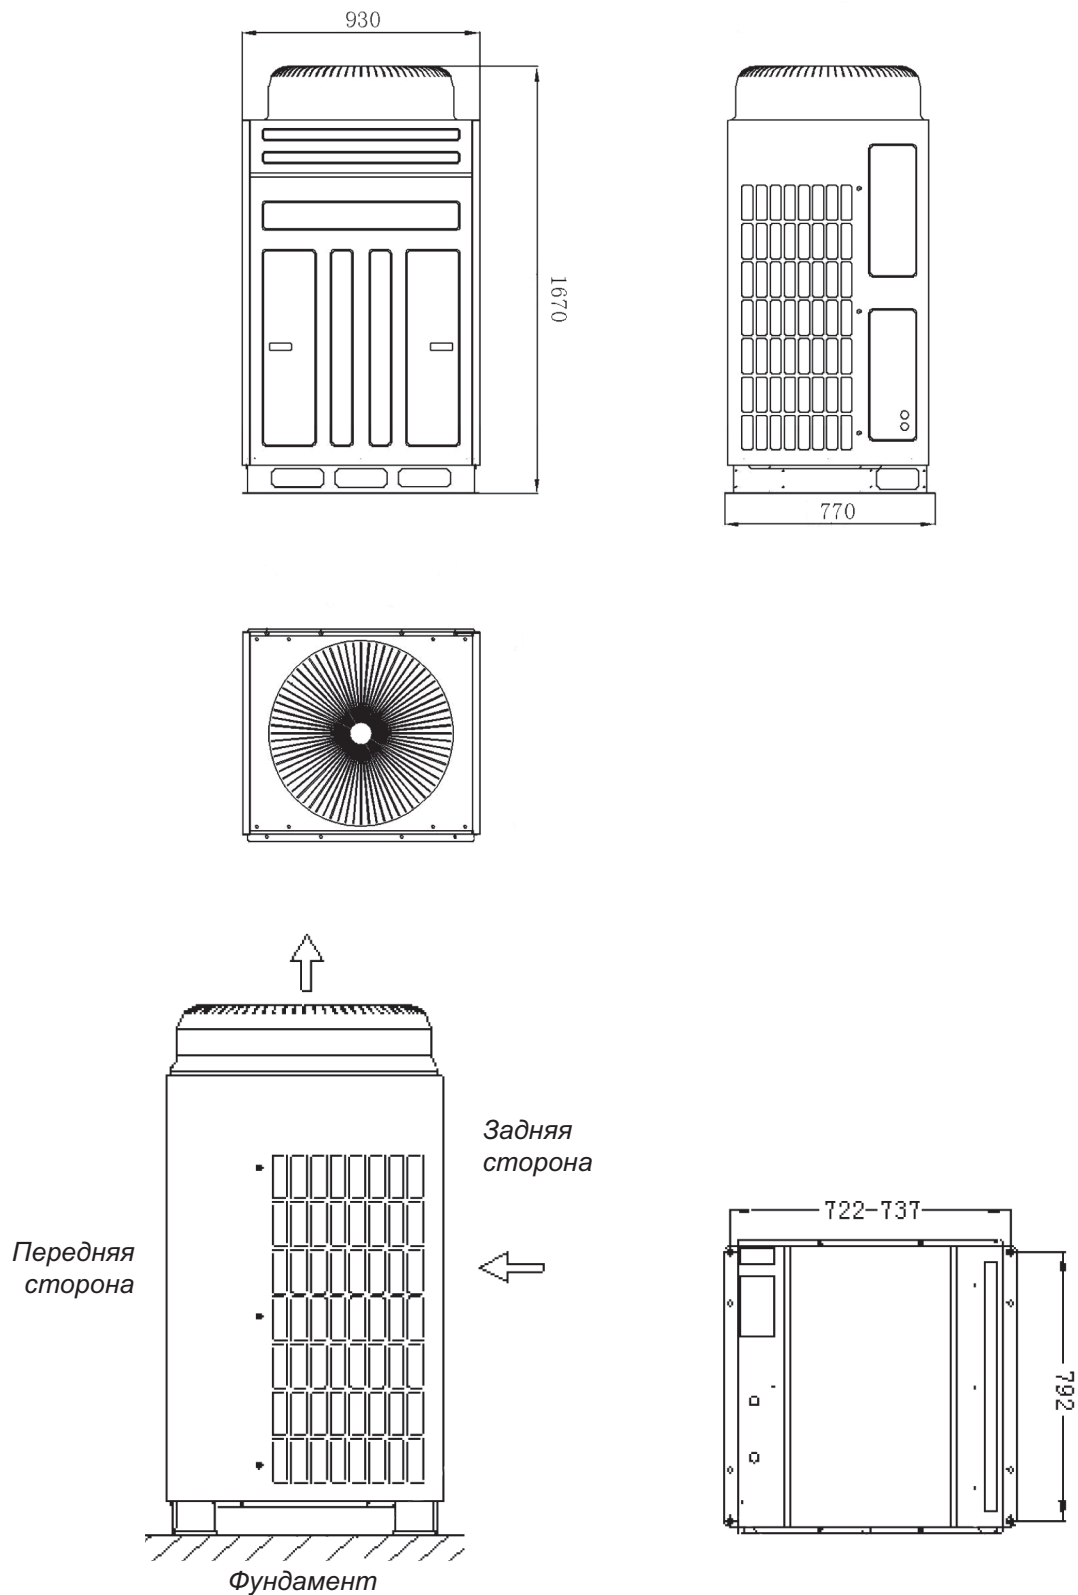

Рис. 9.1
9.1.1 Габаритные и установочные размеры наружных блоков моделей GMV-Pdm224W/Na-M и GMV-Pdm280W/Na-M (рис. 9.1).